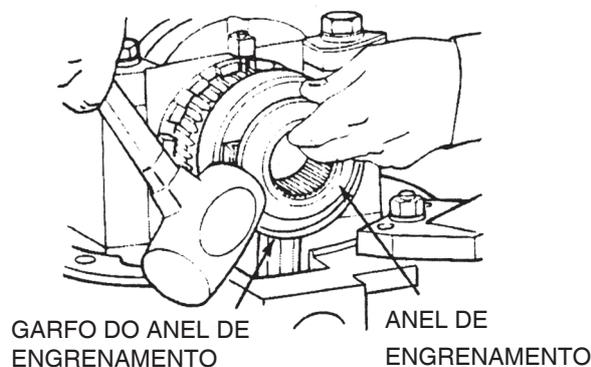

Figura 113
2. Bata no anel de engrenamento com um a marreta de borracha para soltá-lo e removê-lo do garfo de engrenamento. Figura 113